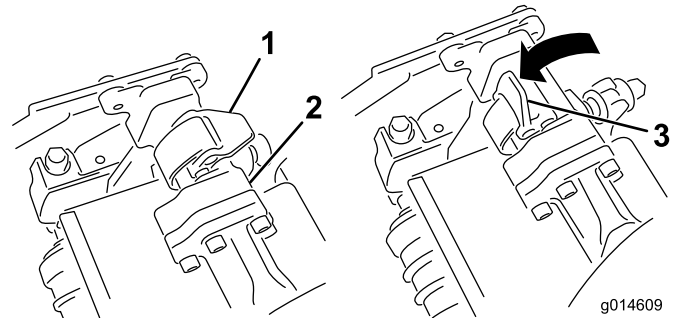
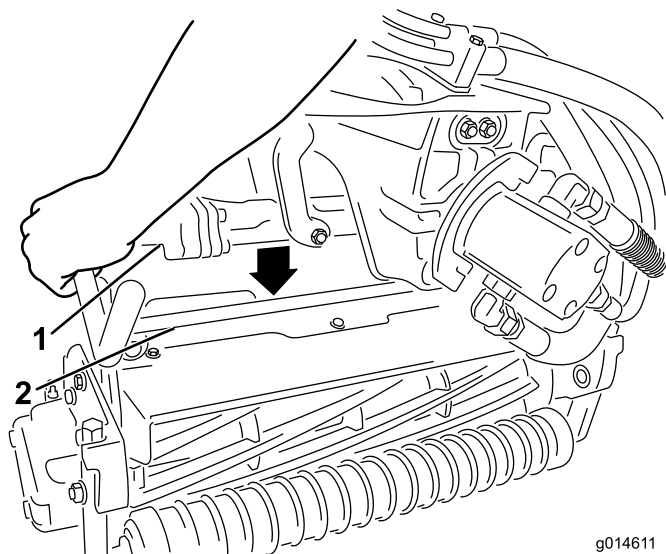

Figura 32
Figura 33
3. Con los enganches del brazo de suspensión orientados hacia arriba (es decir, abiertos) (Figura 32), empuje hacia abajo el brazo de suspensión de modo que la barra encaje en la barra situada en la parte superior de la unidad de corte (Figura 33).
- Presione los enganches hacia abajo alrededor de la barra de la unidad de corte y bloquéelas (Figura 32).
4. Abra los enganches de la barra del brazo de suspensión de la unidad de corte que está retirando (Figura 32).